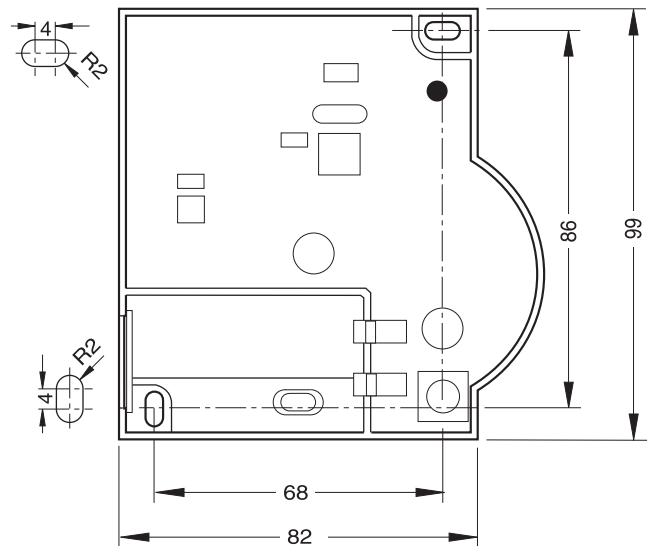

Fig. 12: Boorschema (maten in mm)
- ▶ Duid de boorgaten aan volgens het boorschema (zie Fig. 12).